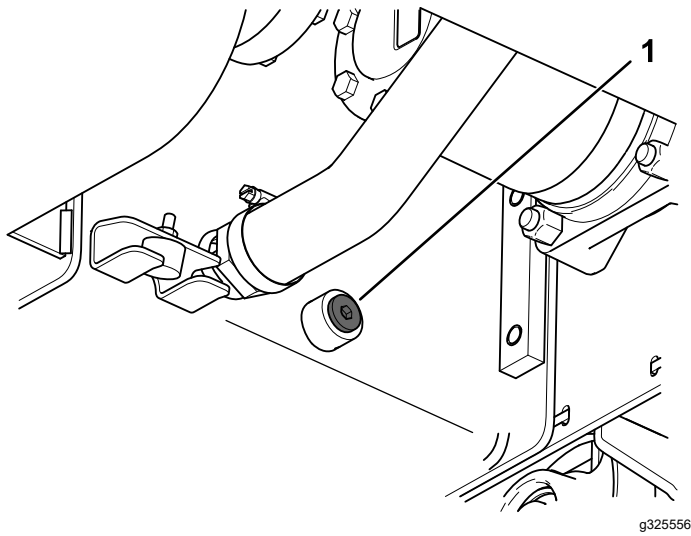

Figura 64
9. Retire el tapón de vaciado y deje que se drene el fluido hidráulico al recipiente (Figura 64).
- A. Retire los 2 pernos y tuercas que sujetan la espada al brazo de la zanjadora (Figura 64).